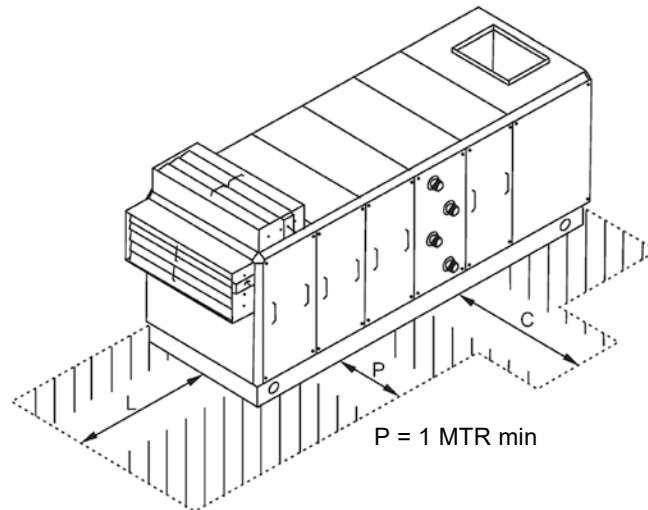

Figura 6
5. Cuando la unidad esté colocada en su sitio, debe haber espacio suficiente a su alrededor para asegurar que pueda funcionar correctamente y se le pueda realizar mantenimiento de forma correcta. La Figura 6 detalla los márgenes de espacios recomendados.
- Las áreas de trabajo deben tener un espacio mínimo de 1 m (P) del lateral del acceso designado de la unidad.